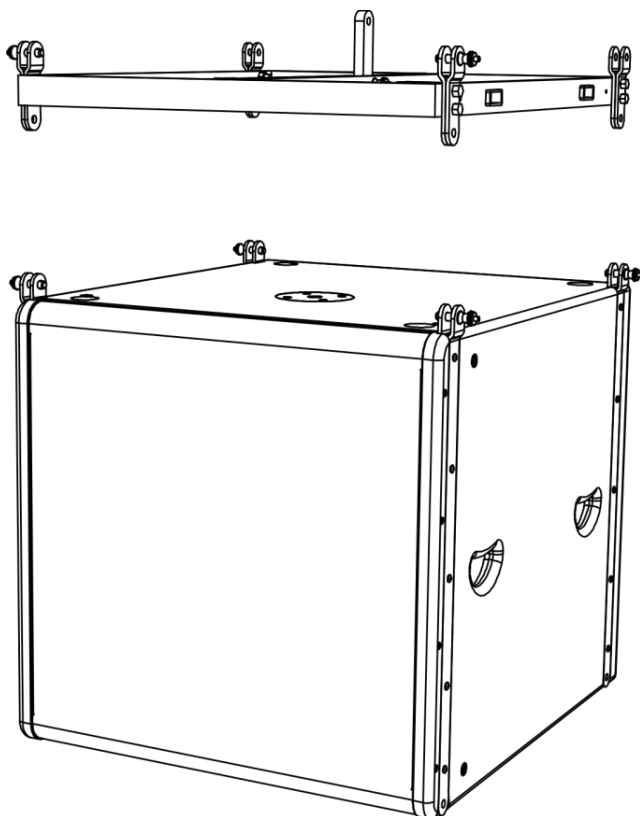

Fig. 02
- 01) Montare la fly bar sul proprio altoparlante Odin, per mezzo dei perni di installazione dedicati (fig. 02).